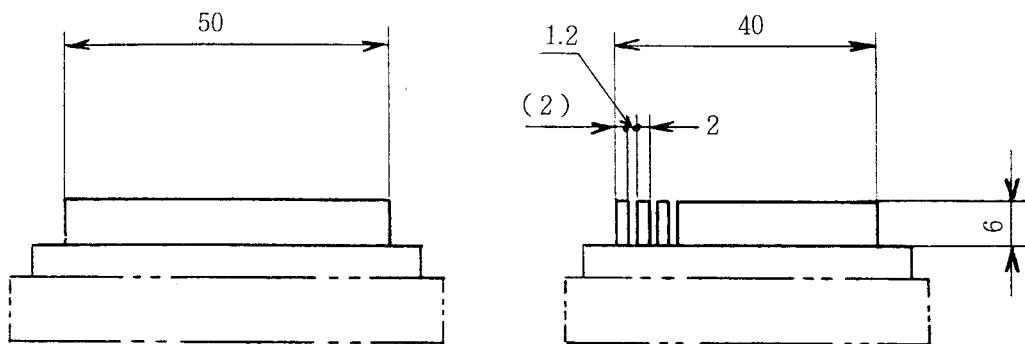

図 3-1 課題寸法図
(1) 材料寸法の確認
- 寸法は課題寸法図（図3-1参照）
(2) ダイヤモンド砥石の仕様確認